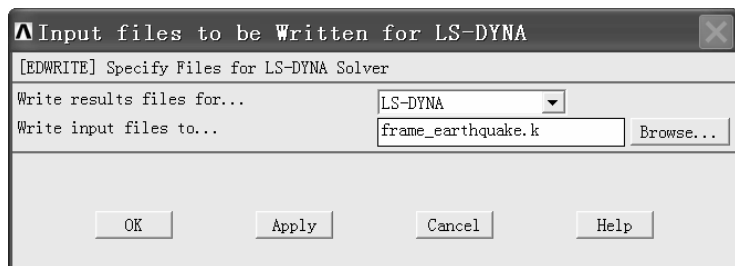

图 10-43 “Input files to be Written for LS-DYNA” 窗口
(3) 在“Write input files to...”窗口中“文件名(N):”后的方框中输入“frame_earthquake.k”, 然后单击“保存”按钮返回到“Input files to be Written for LS-DYNA”窗口(见图 10-43)。